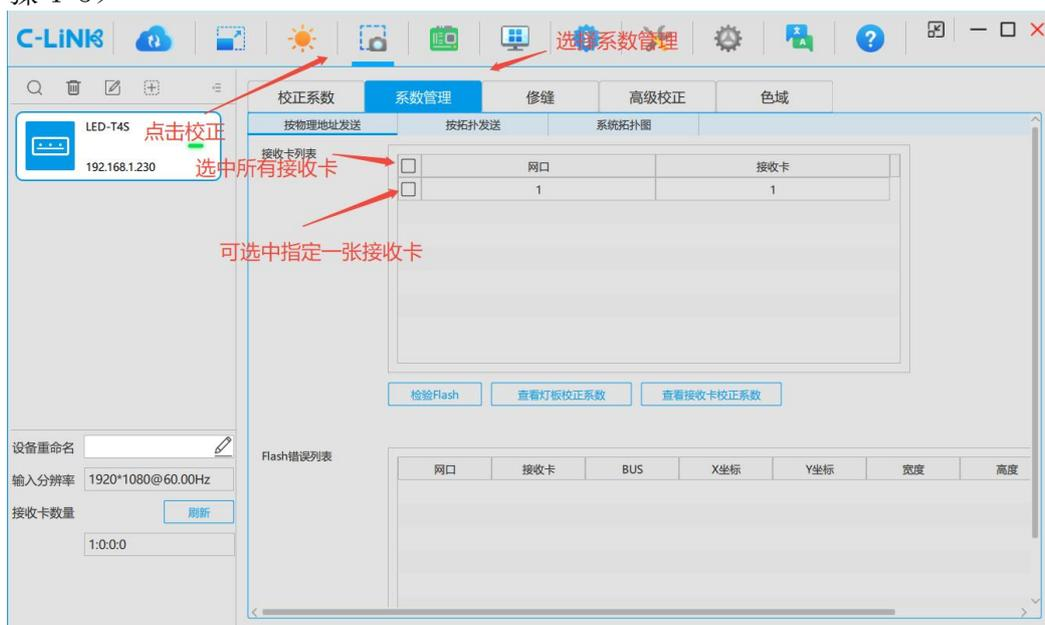

图 10-6 系数管理
- 步骤 1 在“校正”对话框中，选择“系数管理”页签，如图 10-6。